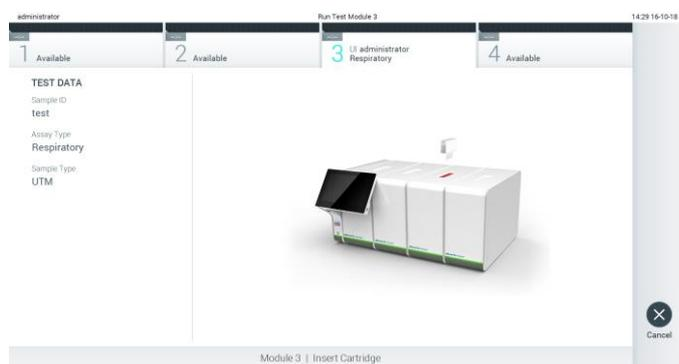

Figura 27. Inserção do cartucho de ensaio QIAstat-Dx no QIAstat-Dx Analyzer 1.0.
7. Certifique-se de que ambas as tampas de amostra da porta para esfregação e da porta principal do cartucho de ensaio QIAstat-Dx estão firmemente fechadas. Quando a porta de entrada de cartuchos na parte superior do QIAstat-Dx Analyzer 1.0 abrir automaticamente, introduza o cartucho de ensaio QIAstat-Dx com o código de barras voltado para a esquerda e as câmaras de reação voltadas para baixo (Figura 27).